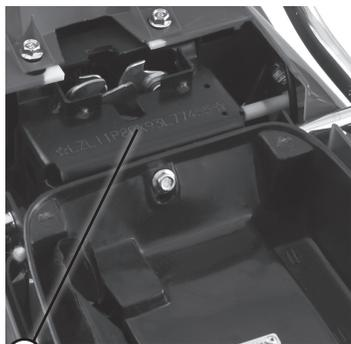

Рис. 1 Расположение номеров двигателя и рамы
2. Соответствие номеров рамы (рис. 1, поз. 1) и двигателя (рис. 1, поз. 2) на скутеретте с занесенными в раздел 6 (информация об изделии) «Сервисной книжки». Идентификационный номер скутеретты отштампован на поперечине задней